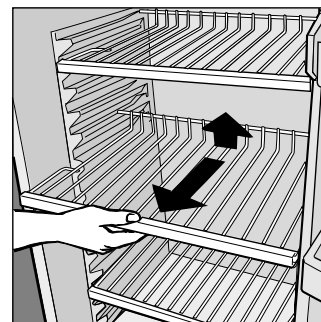

Fig. 1
- Kjøledelen er utstyrt med praktiske uttrekkbare riller som er regulerbare i høyden ved hjelp av passende skinner (Fig. 1). Slik opnåes plass til oppbevaring av store beholdere eller matvarer som tar stor plass.